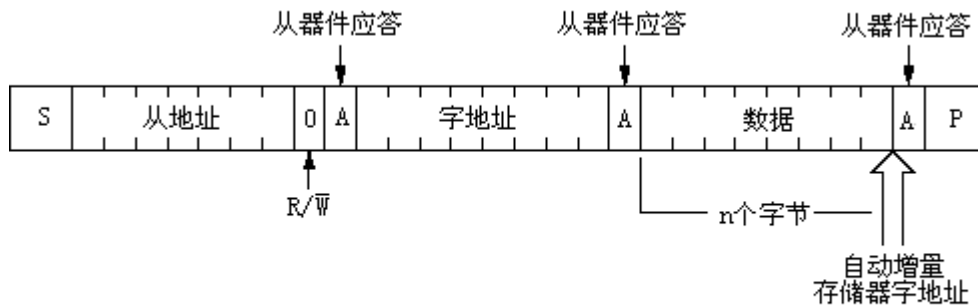

图15. 主发送器到从接收器（写模式）
**SL8563** 的串行 I2C 总线读/写周期有三种配置，参见图 15，16，17，图中地址是 4 个位的数，用于指出下一个要访问的寄存器，地址的高四位无用。